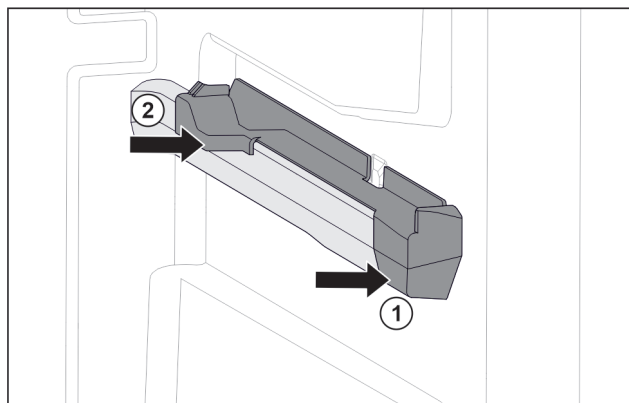

Fig. 34 Elemento inseribile sulla nervatura destra del contenitore
- Posizionare l'elemento inseribile sulla parte anteriore della nervatura del contenitore. Fig. 34 (1)
- Premere l'elemento inseribile sulla parte posteriore. Fig. 34 (2)